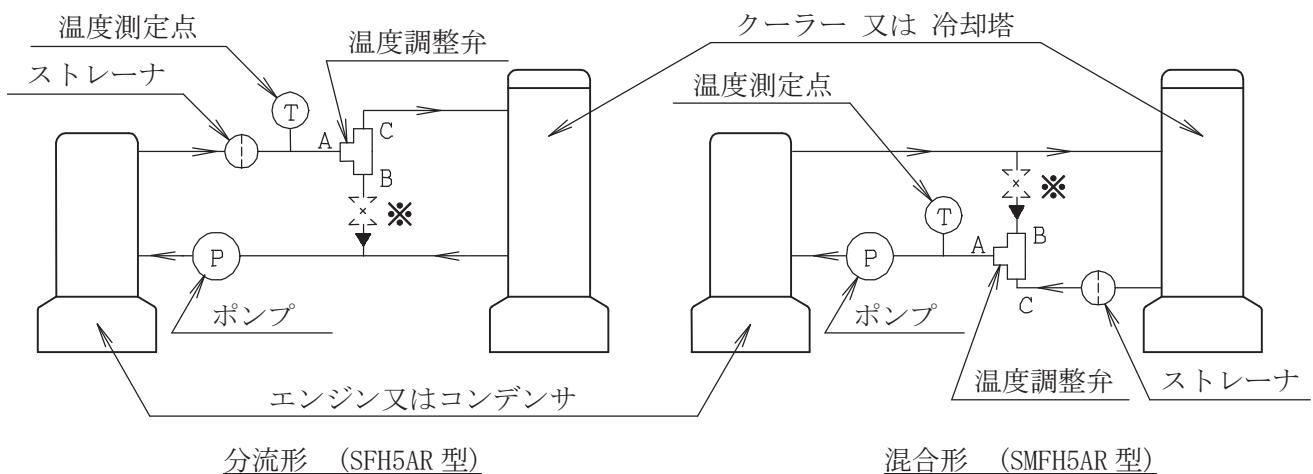

図4 標準的配管例
- 冷却塔を使用している場合は、特に温度調整弁にスケールやごみその他の異物が入り作動不良になるおそれがありますから、図4のようにストレーナを取り付けてください。
本体の三つの接続口の横に、それぞれ“A”、“B”及び“C”の鋳出しマークがありますから、表1と図4に従って間違いないよう配管に接続してください。
冷却塔を使用している場合は、特に温度調整弁にスケールやごみその他の異物が入り作動不良になるおそれがありますから、図4のようにストレーナを取り付けてください。
調整弁内部各流路間の差圧のアンバランスをできるだけ少なくして調節を円滑にするため、バイパス管には図4※部のように手動弁を設けて圧力を調節してください。